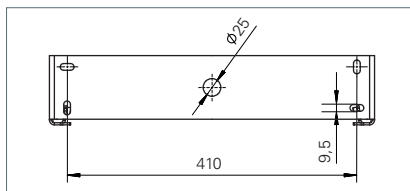

Fig. 4: Schéma de perçage.
- ▶ Montez la fixation murale à l'aide des vis appropriées au mur, voir Fig. 4.